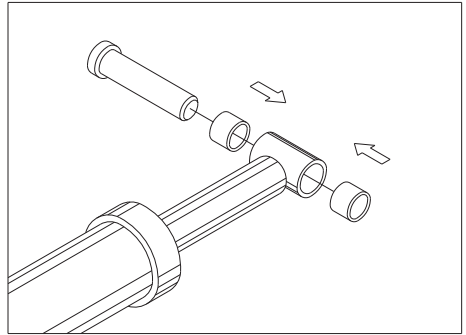

Fig. 36
- coloque as buchas novas, de fora para dentro, deixando espaço entre as buchas para o alojamento de graxa (Fig. 36).